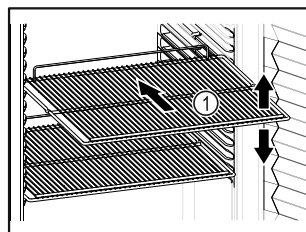

Fig. 71 Ilustrační zobrazení
- Pokud jsou odstavné rošty Fig. 71 (1) přemístitelné, přizpůsobte je vždy na danou výšku.